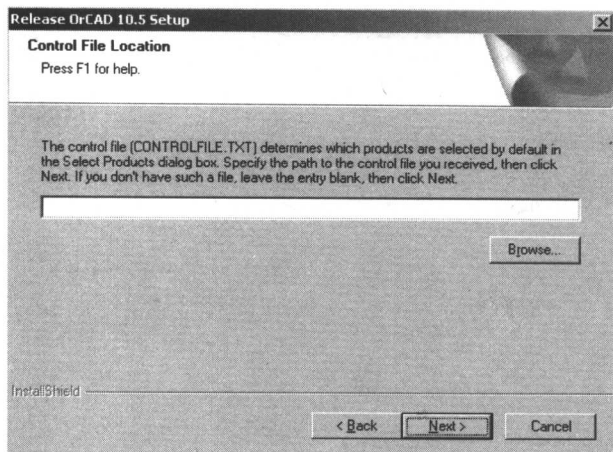

图 1.2.9 控制文件路径对话框
(6)在弹出的如图 1.2.9 所示的控制文件路径对话框中，点击“Next”按钮。